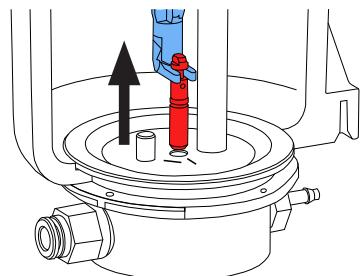

図 13
- ⇒流入ノズルを工具でしっかりと保持して、上に引っ張って下さい (図 13)。